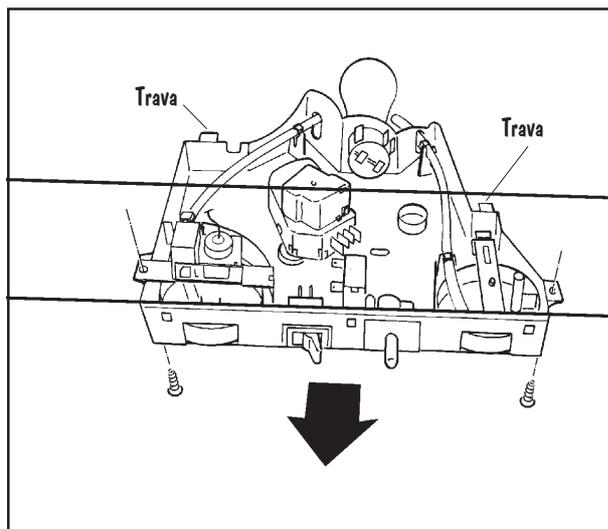

Fig.25
- b. Retire os Parafusos de Fixação da cobertura do Painel de Controle e puxe-a para fora do Gabinete até o desprendimento das Travas (Fig.25).